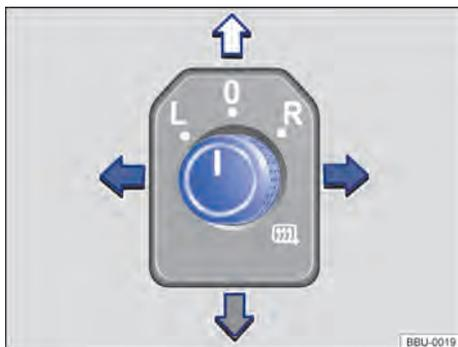

Fig. 93 Na porta do condutor: botão rotativo dos espelhos retrovisores externos.
- Girar o botão rotativo na porta do condutor para o símbolo desejado → Fig. 93.